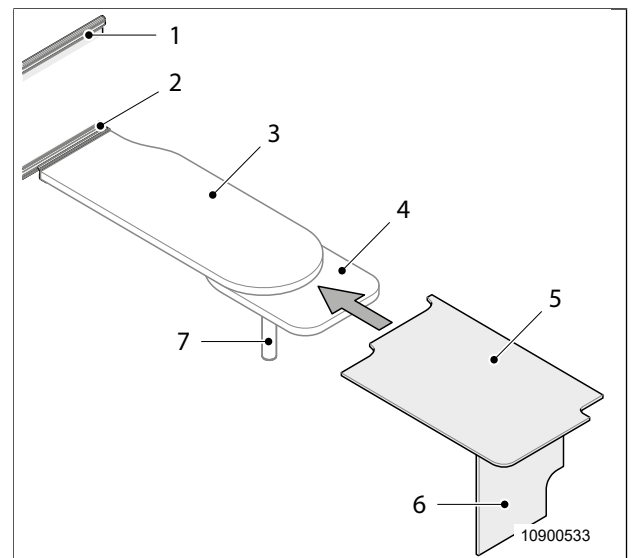

Fig. 29 Transformación de grupo de asientos en cama para huésped 1
4. Levantar el tablero de mesa (Fig. 29, pos. 3) a la derecha y desengancharlo del riel guía superior (Fig. 29, pos. 1).
5. Quitar la parte inferior de la pata de mesa (Fig. 29, pos. 7).
6. Enganchar el tablero de mesa en su posición levantada a la derecha en el riel guía inferior (Fig. 29, pos. 2).
8. Girar el tablero de mesa giratorio (Fig. 29, pos. 4) hacia fuera.
9. Desplegar la tabla de apoyo (Fig. 29, pos. 6) del bastidor (Fig. 29, pos. 5).
10. Colocar el bastidor (Fig. 29, pos. 5) sobre el tablero de mesa giratorio (Fig. 29, pos. 4).